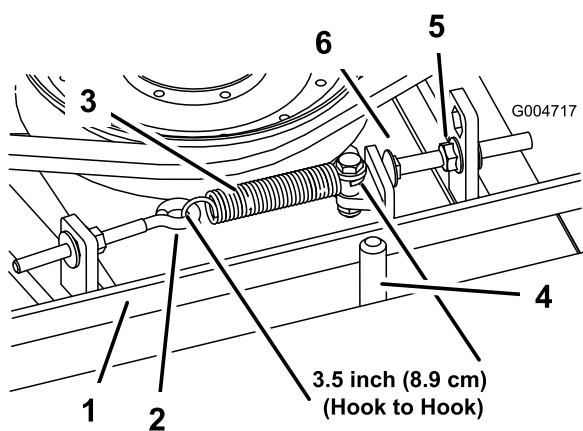

Figura 97
Quando a tensão estiver correta, a medida da mola de extensão (gancho a gancho) deverá ser de cerca de  $8,9 \text{ cm} \pm 0,63 \text{ cm}$  (lado interior). Logo que se obtenha a tensão correta da mola, ajuste o pino de fecho (parafuso da carroçaria) até haver uma folga aproximada de  $0,32 \text{ cm} \pm 0,152/0,000 \text{ cm}$  entre a cabeça do parafuso e o braço intermédio (Figura 97).
**Nota:** Certifique-se de que correia está colocada no lado da mola do guia da correia (Figura 97).
- Desaperte o parafuso com olhal permitindo a remoção da mola de extensão (Figura 97).
- Desaperte a porca flangeada que fixa o pino de fecho na patilha de montagem. Puxa a porca ligeiramente para trás para permitir que o braço intermédio passe pelo pino de fecho (Figura 97). Retire a polia intermédia da correia para aliviar a tensão da correia.
8. Volte ligar a mola de extensão (Figura 97) ao parafuso de olhal e aplique a tensão na correia como se segue: